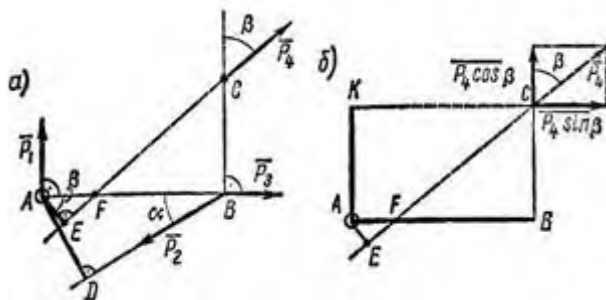

Рисунок 8
3. Определить моменты относительно точки А сил  $P_1 = 40 \text{ Н}$ ;  $P_2 = 60 \text{ Н}$ ;  $P_3 = 030 \text{ Н}$  и  $P_4 = 50 \text{ Н}$ , приложенных в точках А, В и С, как показано на рис. 8, а. Углы  $a = 30^\circ$ ,  $b = 50^\circ$ ,  $AB = 2,5 \text{ м}$ ;  $BC = 1,5 \text{ м}$ .